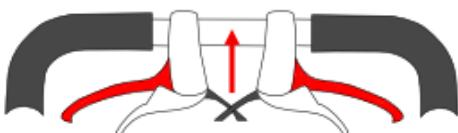

Fig. 1
- Pentru a bloca roțile, strângeți mânerele frânei superioare (fig.1).